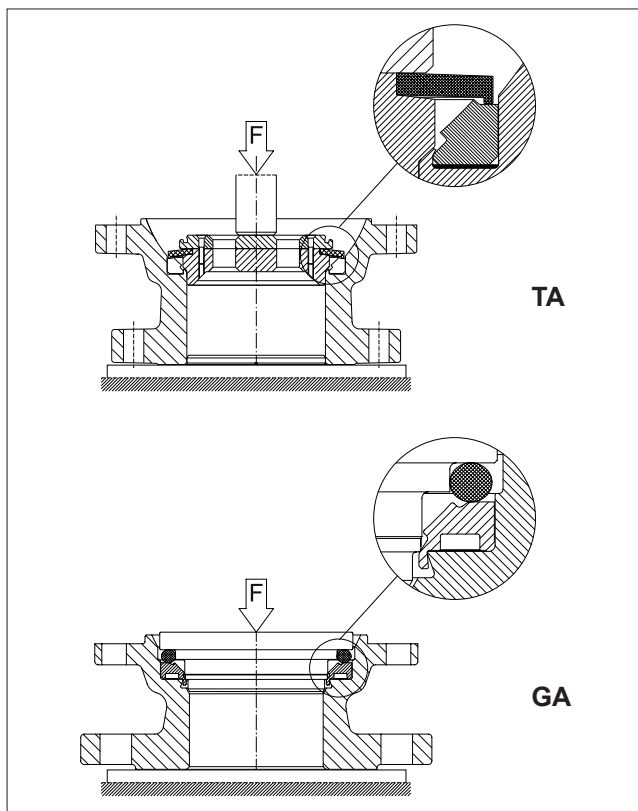

Fig. 26 Verrouillage du siège
- Montez précautionneusement l'outil de verrouillage sur le siège. Cf. figure 26.